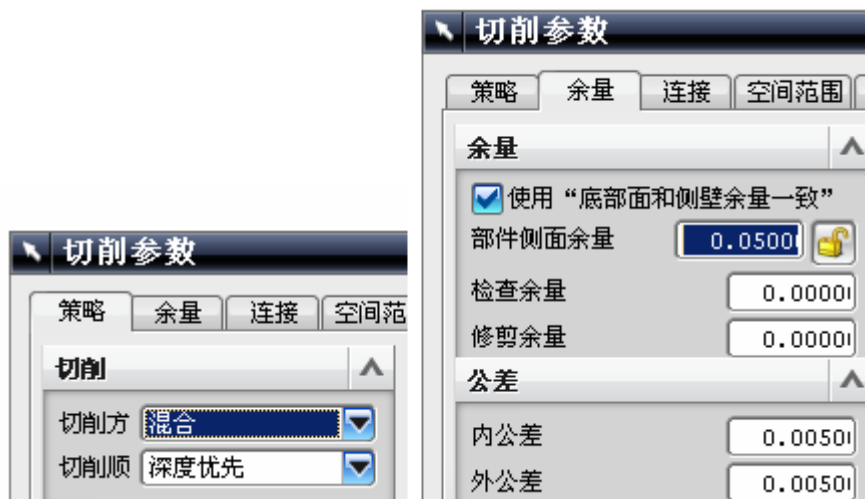

图 9-200
- 单击 ，设置如图 9-200 所示的参数，其余参数使用默认值，单击 OK。